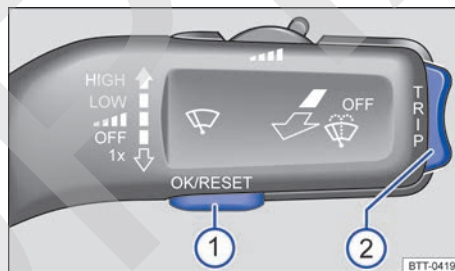

Fig. 16 En el lado derecho de la columna de dirección: teclas de la palanca del limpiacristales (vehículos sin volante multifunción).
Mientras haya una advertencia con prioridad 1 → pág. 16, no se podrá acceder a ningún menú. Algunas advertencias se pueden confirmar y ocultar con la tecla → fig. 16 ①.
- Si se muestra un mensaje o el pictograma de un vehículo, pulse la tecla → fig. 16 ①, dado el caso varias veces.
- Para visualizar la selección de menús → pág. 19 o para volver a la selección de menús desde un menú, mantenga pulsada la tecla basculante → fig. 16 ②.
- Pulse la tecla basculante → fig. 16 ② hasta que se marque la opción de menú deseada.
- Para abrir la opción de menú, pulse la tecla → fig. 16 ①.
- Realice las modificaciones deseadas con la tecla basculante de la palanca del limpiacristales → fig. 16 ②. Dado el caso, mantenga pulsada la tecla para aumentar o reducir los valores más rápidamente.
- Marque y confirme la selección pulsando la tecla **OK/RESET** → fig. 16 ①.
- **O BIEN:** mantenga pulsada la tecla basculante → fig. 16 ②.